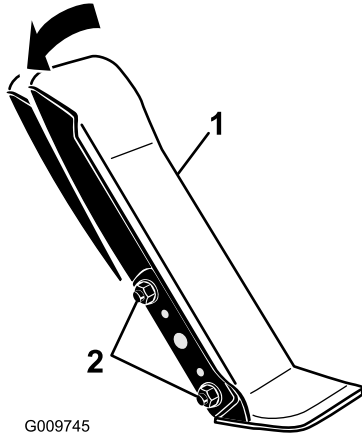

Figura 101
1. Afloje las 2 tuercas y pernos que fijan el lado izquierdo del pedal de tracción al soporte (Figura 101).
2. Ajuste el pedal al ángulo deseado y apriete las tuercas (Figura 101).